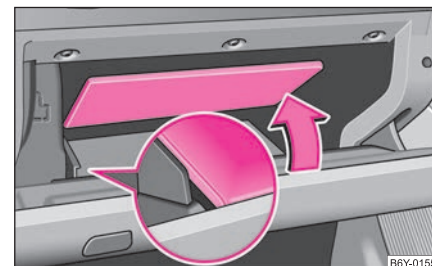

Fig. 75 Vide-poches: Panneau de séparation basculant
Un autre espace de rangement se trouve sous le panneau de séparation rabattable* dans l'espace de rangement intérieur ⇒ fig. 75.
- Attrapez le panneau de séparation par le bord ou par la découpeure et rabattez-le dans le sens de la flèche ⇒ fig. 75.